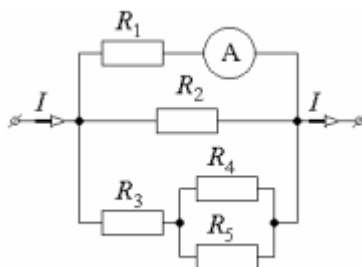

Рисунок 1
4. Амперметр включен в участок цепи (рис. 1) и показывает $I_1 = 0,5$ А. Найти ток I_4 в сопротивлении R_4 , если $R_1 = R_4 = 2$ Ом, $R_2 = 4$ Ом, $R_3 = R_5 = 1$ Ом.